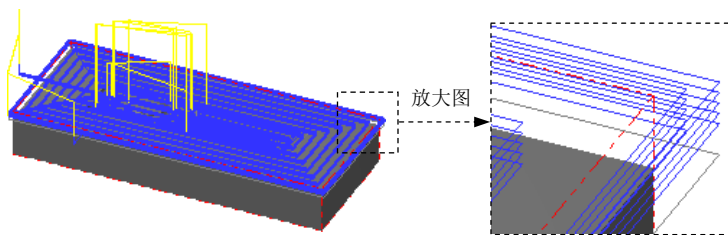

图 7.9 刀具路径
Step11. 单击“曲面粗加工挖槽”对话框中的 **✓** 按钮，完成加工参数的设置，此时系统将自动生成图 7.9 所示的刀具路径。